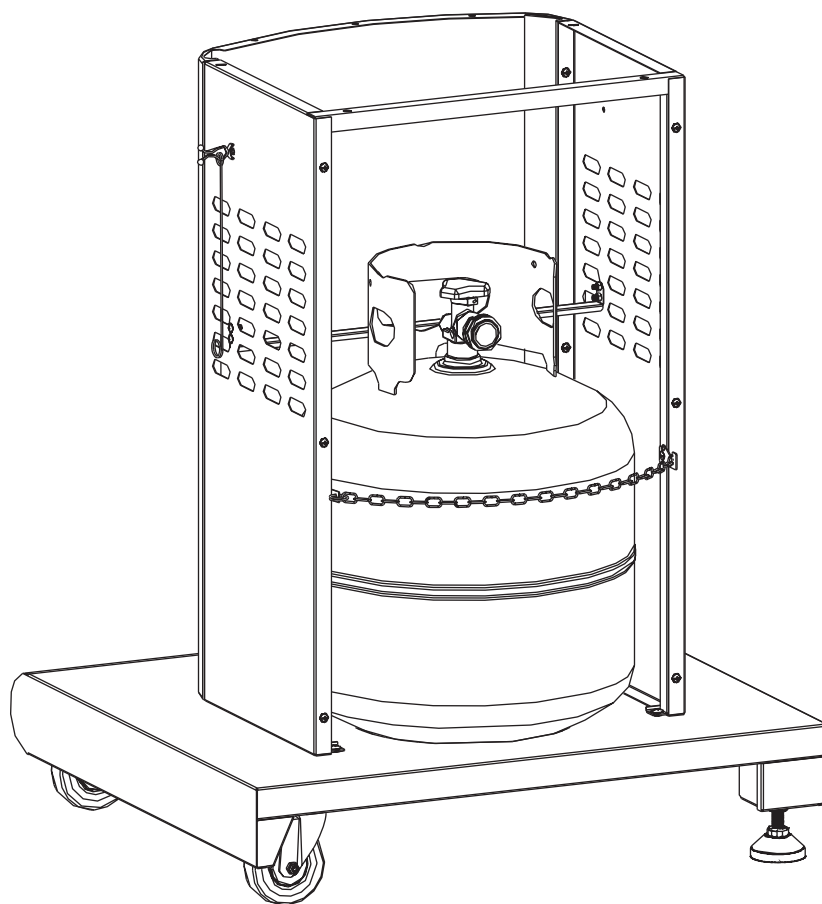

Fig. 9
4. El tanque debe estar orientado de modo de brindar una eliminación de vapor adecuada, como se indica en la **Fig. 9**.
8. Pueden utilizarse otros tanques con su parrilla siempre y cuando sean compatibles con los medios de retención del tanque indicados en la **Fig. 9**.
Coloque el tanque de LP en el orificio del estante inferior. Verifique que la conexión roscada de la parte superior apunte hacia la parte trasera de la parrilla como se indica en la **Fig. 9**. Fije el tanque en su lugar utilizando la cadena de sujeción del tanque como se indica en la **Fig. 9**.